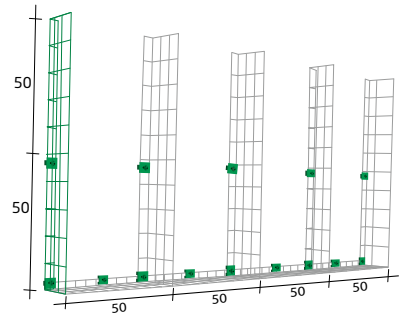

Abb. 2
- Die L-Winkel-Gittermatten sind in der Waagerechten in einem Abstand von 25 cm mit Schrauben, Dübeln oder Ankeren zu montieren (siehe Abbildung 2).